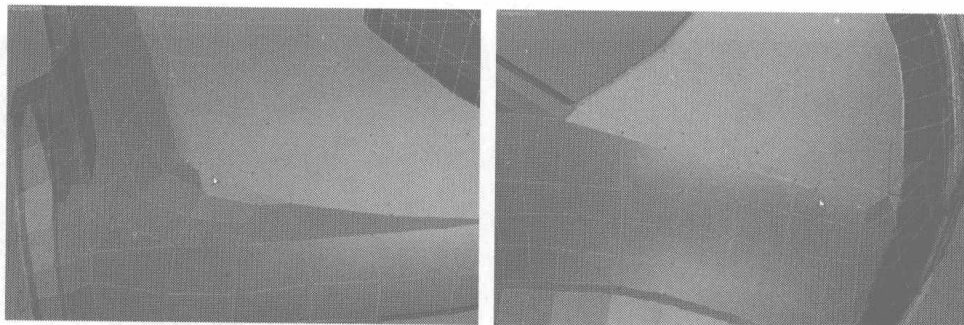
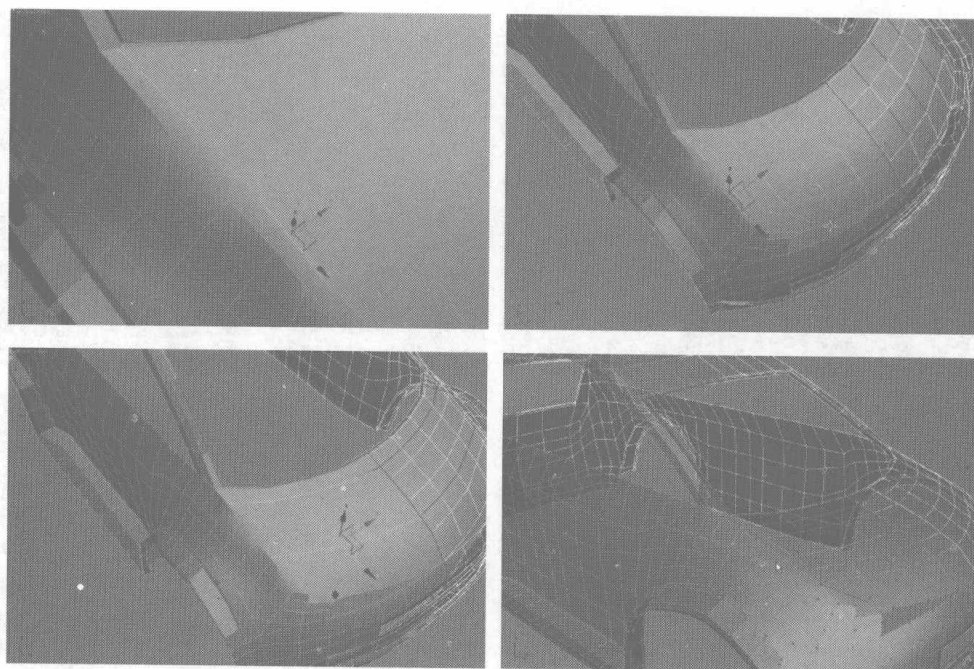

图 7.148
图 7.149
- 04** 单击 **Target Weld** 按钮，焊接车盖与车身位置的节点，如图 7.148 所示。选择车盖上的曲线，单击 **Ring** 按钮，选择和所选曲线平行的同一排曲线，单击 **Connect** 按钮，添加一条曲线，然后进入点物体层级，单击 **Target Weld** 按钮，焊接车盖与车身位置的节点，如图 7.149 所示。